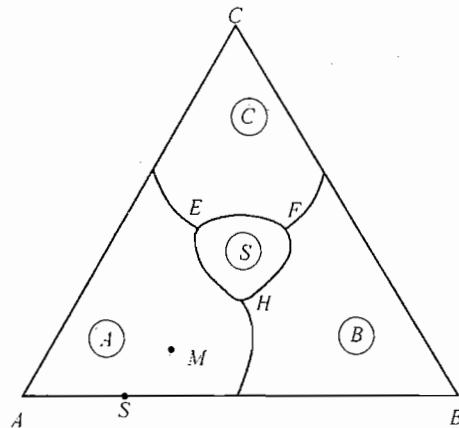

图 22-1 第六题图
**六、相图分析（15分）**（*A-B-C* 三元相图如图 22-1 所示，本题作图部分直接画在图中）